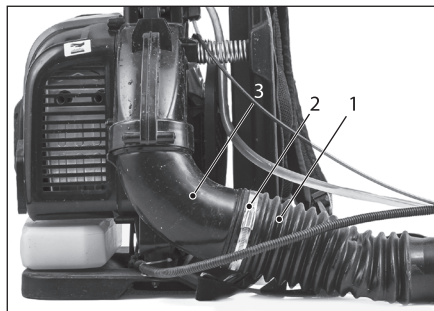

Рис. 1
1. Установите хомут 2 (рис. 1) на конец гибкой трубы 1 с большим диаметром. Наденьте гибкую трубу 1 с хомутом 2 на выходной патрубок 3. Затяните хомут 2.